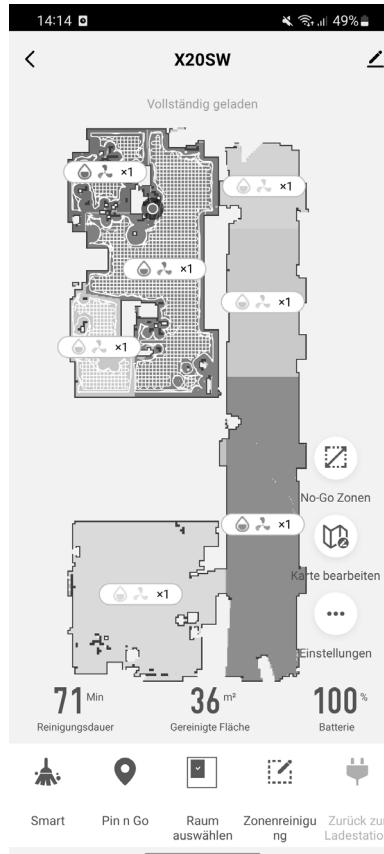

Fig. 11
- ▶ A tal fine, fare clic sull'area “**SMART**” nella parte inferiore dello schermo, come illustrato nella Fig. 11.